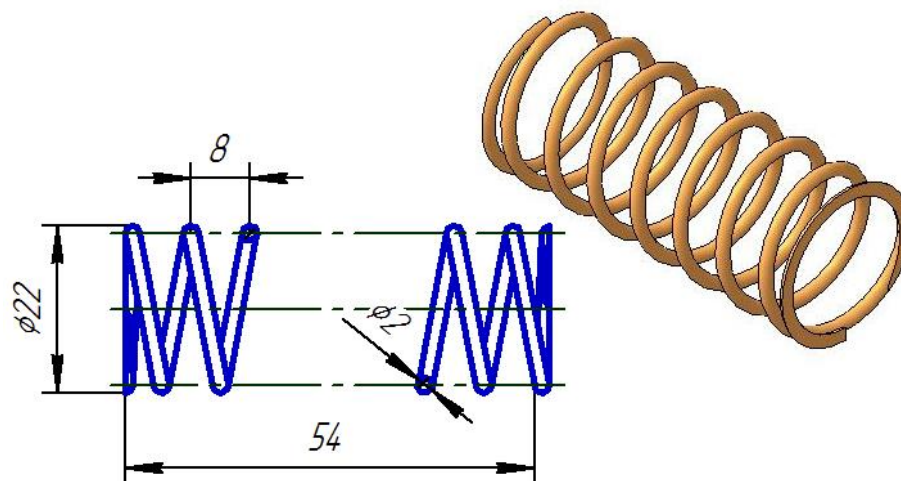

Рис. 4.29. Чертеж и модель детали «**Пружина сжатия**»
- ✓ Создать трехмерную модель детали «**Пружина сжатия**» (рис. 4.29), руководствуясь рисунком 4.28 – 4.31 и пояснениями к ним.